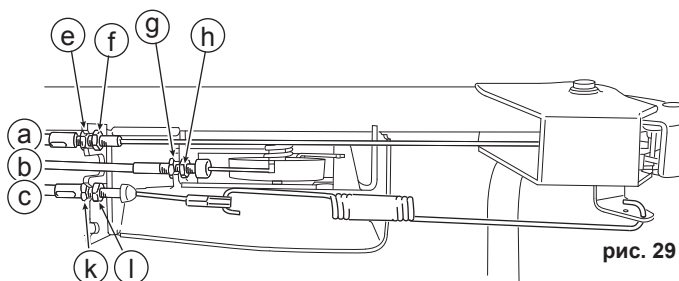

рис. 29
8.6.1 Рычаг газа (См.Рис. 29 и 30)